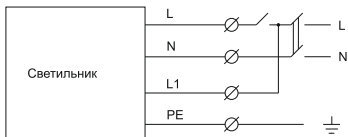

Рисунок 4
3.3 Подключение светодиодной панели к сети производить сетевым кабелем, выведенным из корпуса светильника, согласно маркировке проводников (рисунок 4): L – коммутируемая фаза; N – нейтраль; PE – заземление; L1 – некоммутируемая фаза.